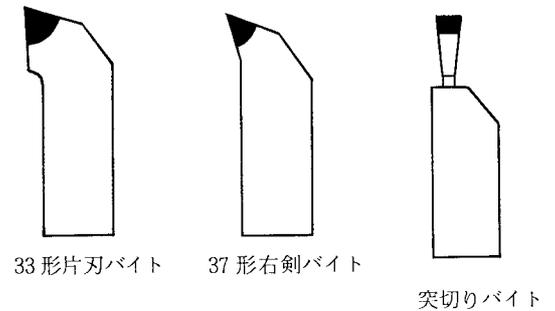

図2-2 ダイヤモンドコンパクトバイト
(2) 切削工具
① ダイヤモンドコンパクトバイト (図2-2)。
② 超硬ドリル (φ14)
③ 弓ノコ
(3) 測定器
① スケール (150 mm)
② ノギス (150 mm)
③ 内パス